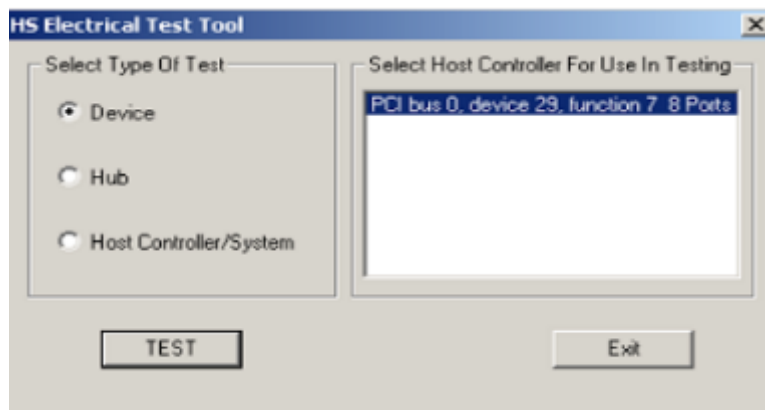

图 1-1 选择测试类型
2. 打开测试工具，选择“Device”，然后点击“TEST”按钮，如下图 1-1 所示